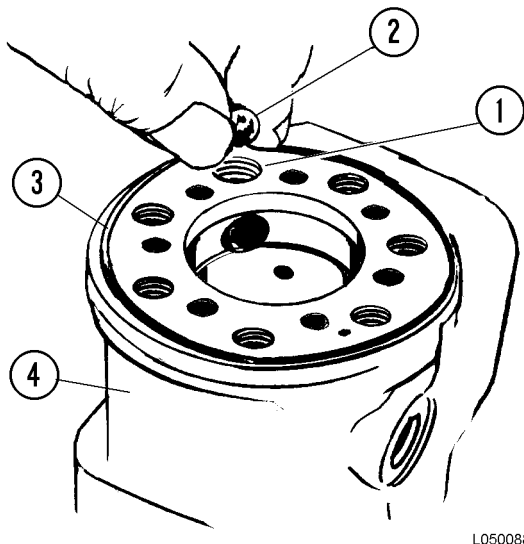

FIGURA 5-12. INSTALACIÓN DE LA BOLA DE RETENCIÓN
10. Instale la bola de retención en el orificio indicado en la Figura 5-12, luego coloque y apriete suavemente el buje roscado.
11. Lubrique el O-ring (3) con vaselina e instálelo en la ranura de la carcasa.